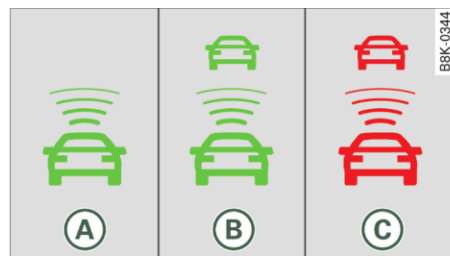

Fig. 112 Tabloul de bord: Lampă de control
- **A Deplasarea liberă:** Lampa de control de culoare verde **A** ⇒ *pagina 103*, fig. 112 aprinsă indică faptul că adaptive cruise control este activ și nu este recunoscut nici un autovehicul în față. Viteza memorată se menține constantă.